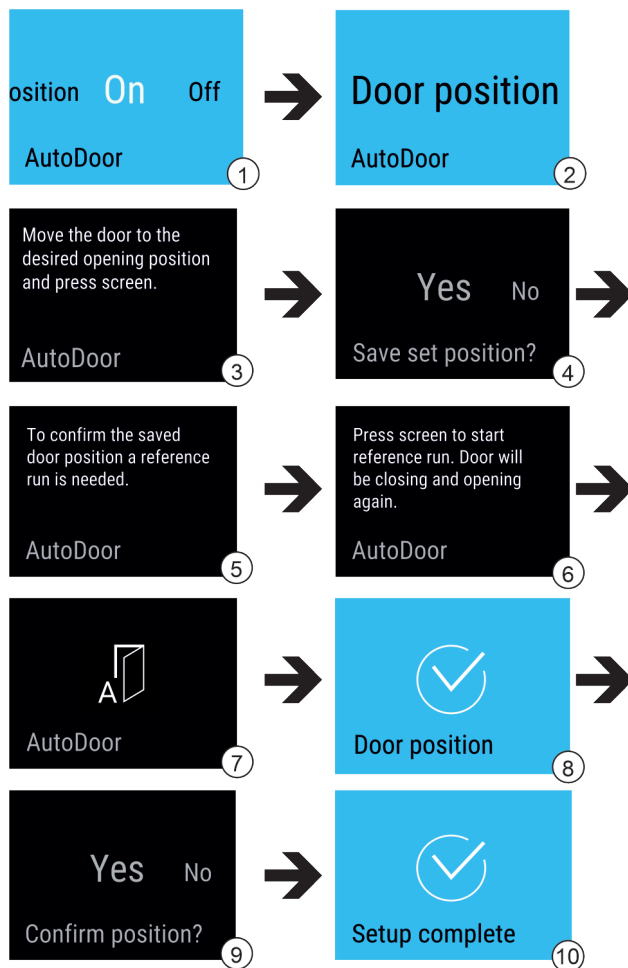

Fig. 17
- ▶ Zvolte funkci AutoDoor. Fig. 17 (1)
- ▶ Přejed'te zobrazení na displeji, až se objeví Door position. Fig. 17 (2)
- ▶ Nakonfigurujte úhel otevření dveří: Otevřete dveře alespoň na 70°. Fig. 17 (3)
- ▶ Potvrd'te úhel otevření dveří: Klepněte na hlášení na displeji. Fig. 17 (4)
- ▶ Spustíte referenční běh: Klepněte na displej. Fig. 17 (6)
- ▷ Displej bliká. Fig. 17 (7)
- ▷ Referenční běh je úspěšný: Displej na 2 sekundy zmodrá. Fig. 17 (8)
- ▶ Potvrďte úhel otevření dveří. Fig. 17 (9)
- ▷ Displej zmodrá. Fig. 17 (10)